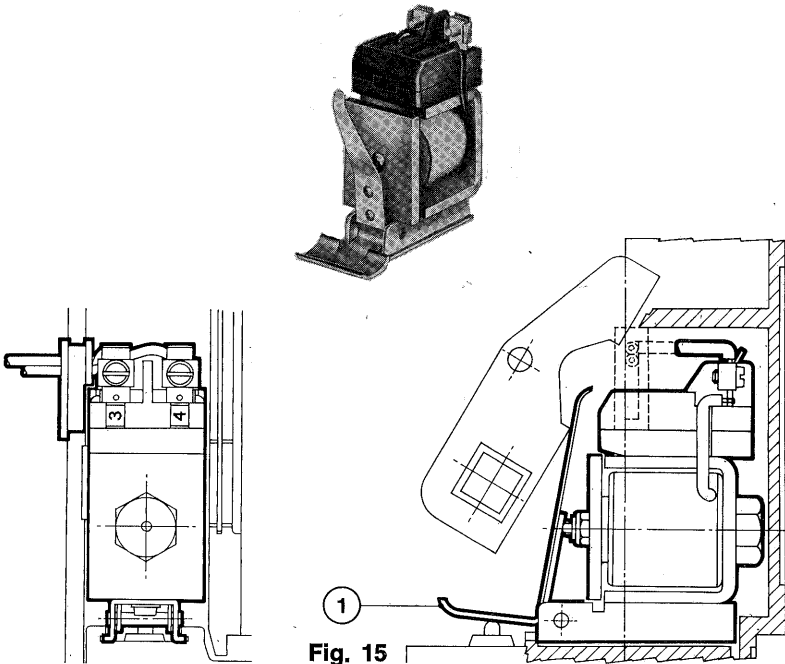

Fig. 15
8.2.1. MT che non impedisce, all'atto della chiusura dell'interruttore a sganciatore diseccitato, una eventuale chiusura transitoria dei contatti della durata di alcuni millisecondi (fig.15)
- se quanto sopra non avviene regolarmente, piegare a seconda delle necessità la levetta (1)